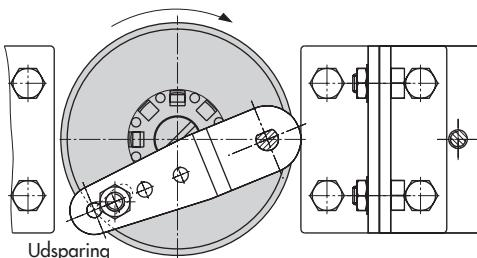

Fig. 5-23:Montering på drejeaktuatorer
→ Se Fig. 5-23
1. Sæt medbringerklemmen (3) på den slidsede aktuatoraksel eller afstandsdel (5).
2. Sæt koblingshjulet (4) med den flade side imod aktuatoren på medbringerklemmen (3). Ret til efter udsparingen, så det modsvarer bevægelsesretningen, når ventilen er i lukket position (se Fig. 5-23).
3. Spænd koblingshjulet (4) og medbringerklemmen (3) fast på aktuatorakslen med skruen (4.1) og fjederskiven (4.2).
4. Fastgør det nederste sæt beslag (10.1) med bukkene pegende enten indad eller udad (afhængigt af aktuatorens størrelse) på aktuatorens hus. Sæt det øverste sæt beslag (10) på, og fastgør dem.
5. Montér tilslutningspladen (6) eller trykmålerkonsollen (7) med trykmålere på positioneren. Kontrollér, at de to tætninger (6.1) sidder korrekt. Dobbeltvirkende drejeaktuatorer uden fiedre kræver en reverseringsforstærker i forbindelsessiden på positionerens hus (se afsnit 5.6.7).
6. Skru standard medbringerstiften (2) af positionerens M arm (1). Brug medbringerstiften af metal (\varnothing 5 mm) indeholdt i monteringssættet, og spænd den i hullet til stiftposition 90° .
7. Sæt positioneren på det øverste beslag (10), og spænd den fast. Under hensyntagen til aktuatorens bevægelsesretning skal man justere armen (1), så den går i indgreb i udsparingen på koblingshjulet (4) med dens medbringerstift (Fig. 5-23). Man skal sikre sig, at armen (1) er parallel med positionerens lange side, når aktuatoren er ved halv drejevinkel.
Billedtekst til Fig. 5-22 og Fig. 5-23